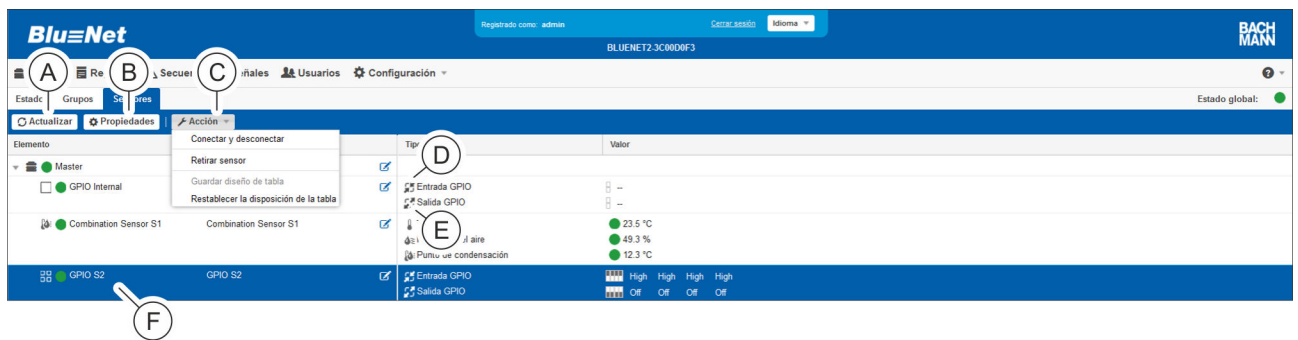

Fig. 116: Menú "Estado" – pestaña "Sensores" (módulo GPIO)
3. ➔ Seleccione el módulo GPIO (Fig. 116/Ⓔ).
4. ➔ Abra la vista detallada con el botón "Propiedades" (Fig. 116/Ⓢ).
1. ➔ Seleccione la entrada o salida correspondiente en la vista detallada (Fig. 116).
1. ➔ Seleccione el punto de menú "Acción ➔ Conectar y desconectar" (Fig. 116/Ⓢ).